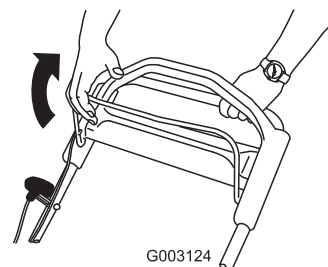

Figure 15
2. Serrez la barre de commande de la lame contre le guidon (Figure 15).